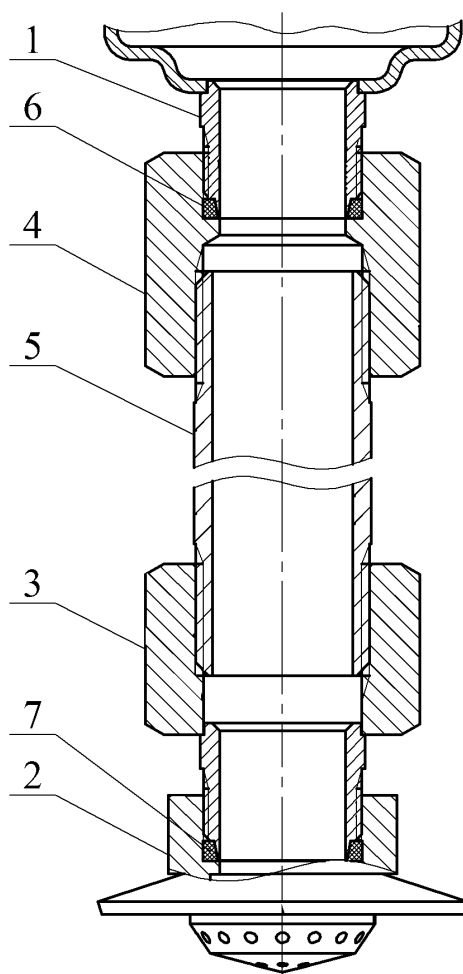

Рисунок 2
1.4.1.2 Для вывода насадка-распылителя в свободную зону через подвесной потолок типа Грильято, Армстронг и т.п. или его перемещения в рабочую зону эффективного пожаротушения при монтаже МУПТВ на потолочном перекрытии высотой более 6 м, модуль может быть дополнительно укомплектован удлинителем, соединяющим выпускную горловину МУПТВ 1 с насадком-распылителем 2 (см. рисунок 2).
2.1.7 При монтаже насадка-распылителя через удлинитель (см. рисунок 2) провести следующие работы. Собрать удлинитель согласно рисунку 2. Перед сборкой на наружные резьбы трубы **5** нанести силиконовый герметик, после чего накрутить до упора переходники **3**, **4**. В резьбовые участки отверстий насадка-распылителя **2** и переходника **4** установить резиновые кольца **6**, **7**. На наружную резьбу переходника **3** накрутить до упора насадок-распылитель **2**. Соединить удлинитель через резьбовое соединение с выпускной горловиной МУПТВ **1**. При монтаже необходимо обеспечить перпендикулярное направление оси удлинителя относительно горизонтальной плоскости.